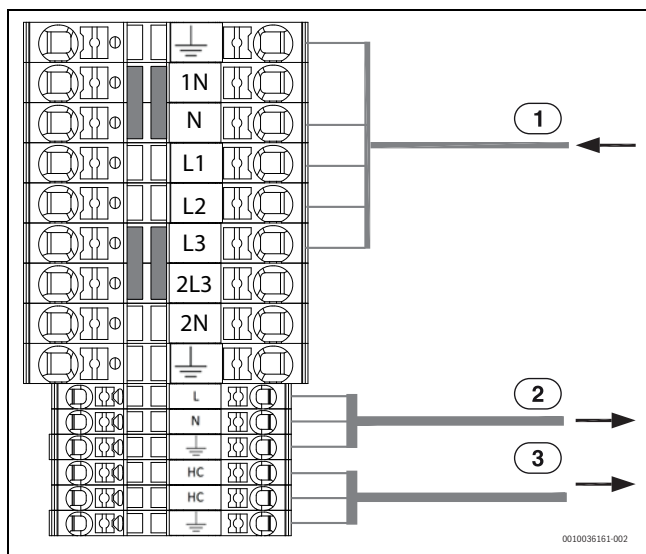

Bild 15 Anschlussklemmen für elektrischen Anschluss, 5,85 kW 400 V 3 N~
- Überhitzungsschutz zurücksetzen. Dafür die Taste auf der Unterseite des Schaltkastens drücken (→ [3], Abb. 15).